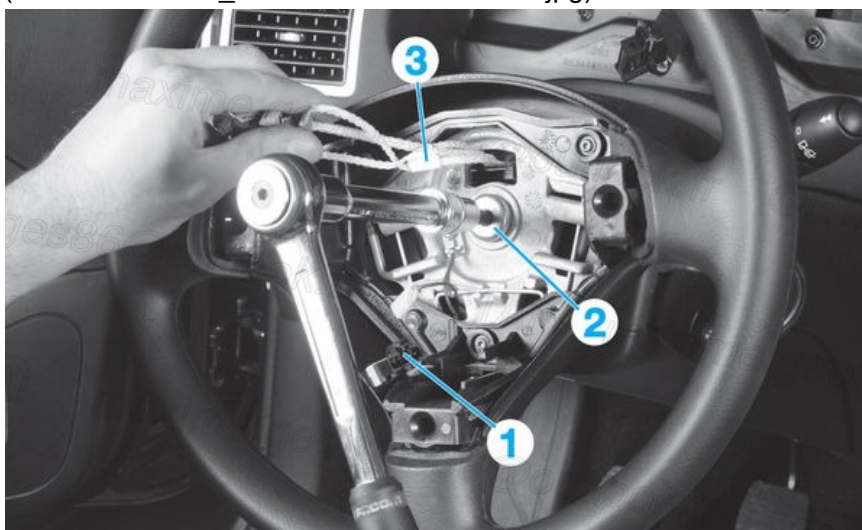

Fig.1
- Débrancher le connecteur (1) de l'avertisseur sonore (Fig.1)